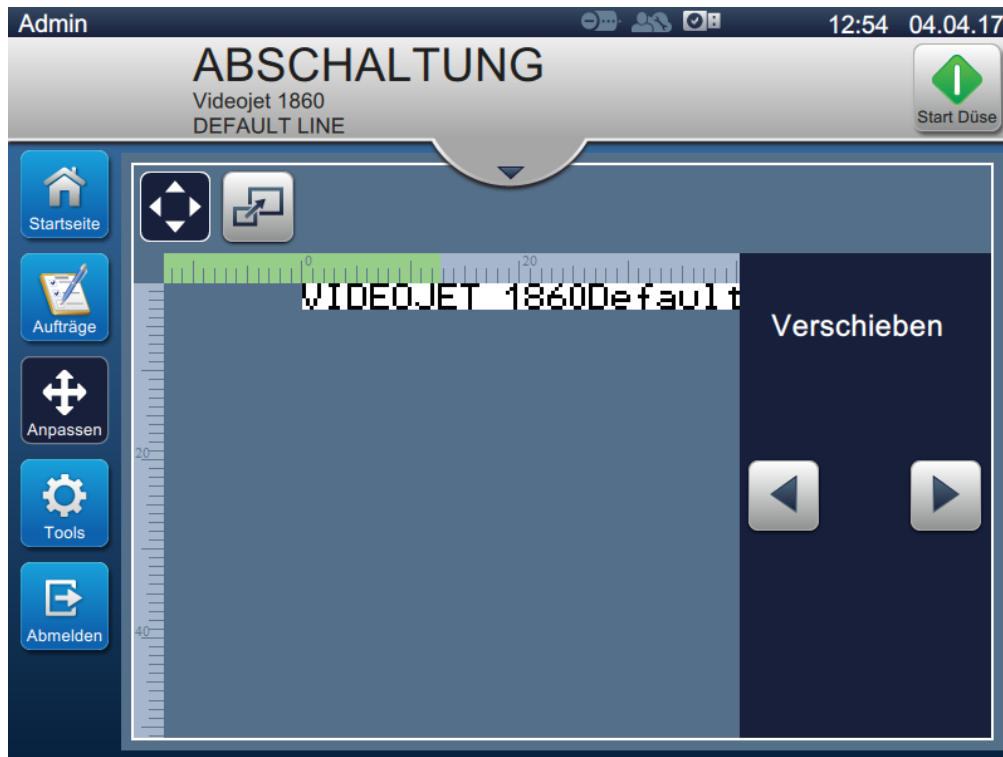

Abbildung 4-9: Bewegung justieren
1. Berühren Sie die  Schaltfläche und die aktuelle Positionsaufteilung erscheint wie dargestellt in Abbildung 4-9.